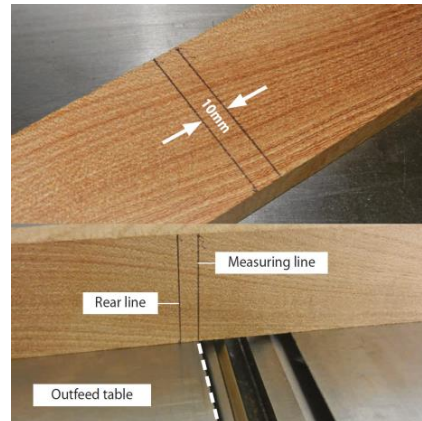

Fig. 23
• Prenez une chute de bois et tracez deux lignes de mesure distantes d'environ 3-4 mm, voir Fig. 23.
• Placez le bois d'un côté du cylindre de coupe, à travers les tables, et alignez la ligne de mesure droite sur le bord de la table de sortie, voir Fig. 23.
• La ligne arrière doit maintenant être alignée avec le bord de la table de sortie, voir Fig. 23.